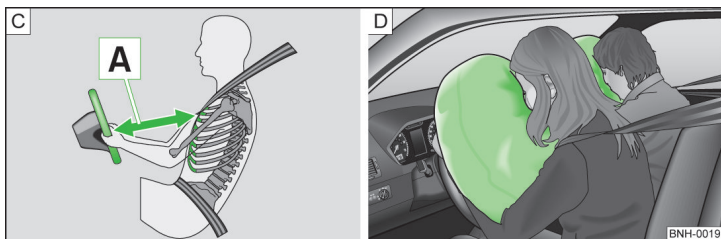

Fig. 9 Distanța sigură față de volan/airbaguri umplute cu gaz
Când se declanșează airbagurile, acestea se umflă în fața șoferului și pasagerului din față » fig. 9 - [D]. Airbagul umflat amortizează mișcarea spre înainte a pasagerilor reducând astfel riscul de rănire în zona capului și a pieptului.
- Atât pentru șofer cât și pentru pasagerul față este important să păstreze o distanță de aproximativ 25 cm față de volan, respectiv de planșa de bord [A] » fig. 9. Dacă nu se respectă această distanță, sistemul airbag nu își poate exercita eficiența maximă - Pericol! Pe lângă acestea, scaunele din față și tetierele trebuie să fie întotdeauna reglate în funcție de mărimea corpului.